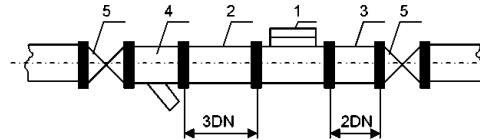

Рис.3 Рекомендована схема встановлення лічильника
7.2. Лічильник необхідно встановлювати в місцях, зручних для зняття показань, технічного обслуговування і монтажу/демонтажу (рис.3). Обов'язковою умовою є повне заповнення трубопроводу водою під час експлуатації. Монтаж і введення в експлуатацію лічильників повинна здійснювати організація, яка має відповідний дозвіл та ліцензію.